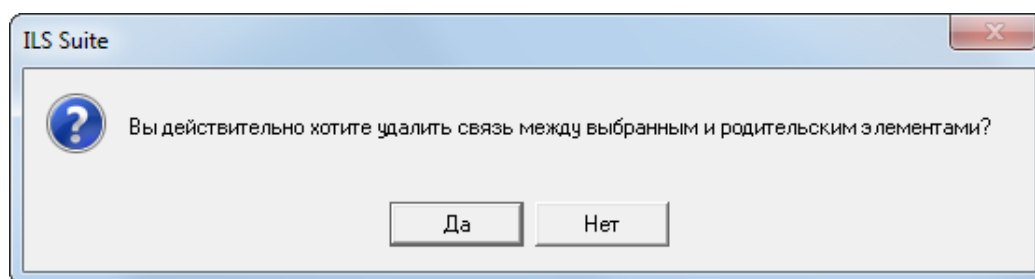

Рис. 13-376 – Диалоговое окно
7) В появившемся информационном окне нажать «Да» для подтверждения выбранного действия (рис. 13-376). Связь между состоянием и документом будет удалена.